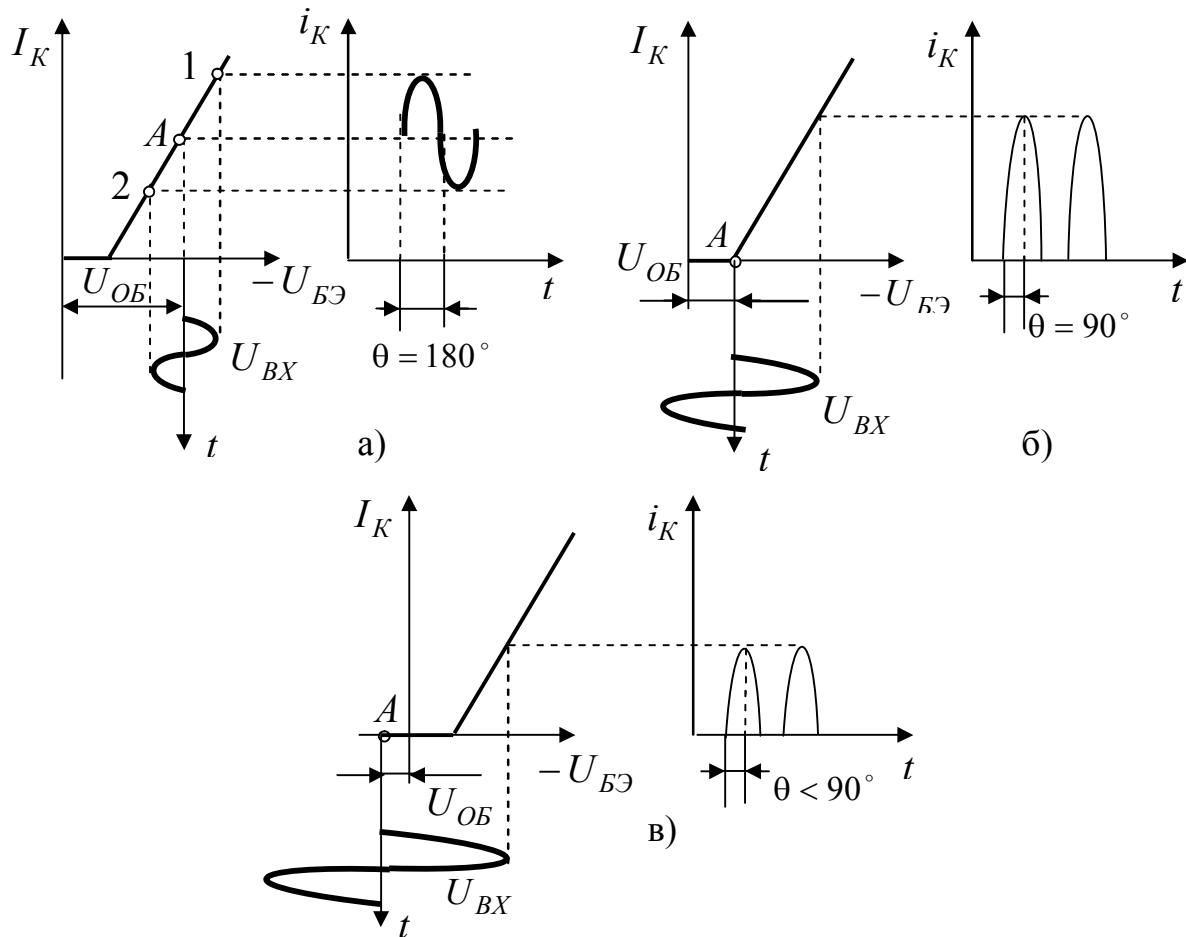

Рисунок 9 – Режимы работы усилительных каскадов, где:
Режим В. Начальная рабочая точка *A* лежит в начале проходной характеристики (рисунок 9, б). Ток коллектора проходит через активный элемент лишь в течение отрицательного (для транзистора типа $p-n-p$) полупериода входного напряжения, во время же другого полупериода тока нет, т. е. активный элемент «заперт», рабочая точка *A* находится ниже точки 2 на нагрузочной линии – в области отсечки (см. рисунок 8, в), точка *A*). Угол отсечки Θ составляет 90° . КПД каскада, работающего в режиме *B*, значительно выше, чем для режима *A*, поскольку ток покоя мал.
Режим С. В режиме *C* начальная рабочая точка *A* располагается правее начальной точки проходной характеристики (рисунок 9). Угол Θ менее 90° . В отсутствие сигнала ток через активный элемент не проходит – элемент полностью «заперт». При подаче сигнала ток коллектора проходит в течение времени, меньшем отрицательного полупериода напряжения входного сигнала, причем искажение сигнала большее, чем в режиме *B*. КПД каскада, работающего в режиме *C*, выше, чем в режиме *B*, так как ток покоя отсутствует. Режим *C* применяют в мощных резонансных усилителях.
С изменением, например, температуры изменится ток покоя коллектора, а, следовательно, и ток покоя эмиттера $I_{0Э}$. Пусть токи $I_{0К}$ и $I_{0Э}$ увеличатся. Начальная рабочая точка на выходной динамической характеристике должна подняться вверх (рисунок 9, в)), но этого не произойдет, так как напряжение смещения U_{0B} уменьшится (14), а вместе с этим уменьшатся и токи транзистора. Начальная рабочая точка останется на прежнем месте.